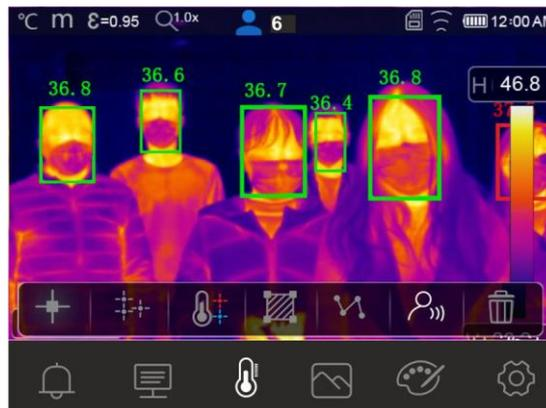

Fig. 36: Mode Visage sur plusieurs personnes
7. Le mode Visage permet d'évaluer la température du visage de plusieurs personnes (**jusqu'à 10 personnes**) simultanément (voir Fig. 36). Le compteur « 👤 » en haut de l'écran indique le nombre de relevés statistiquement valables